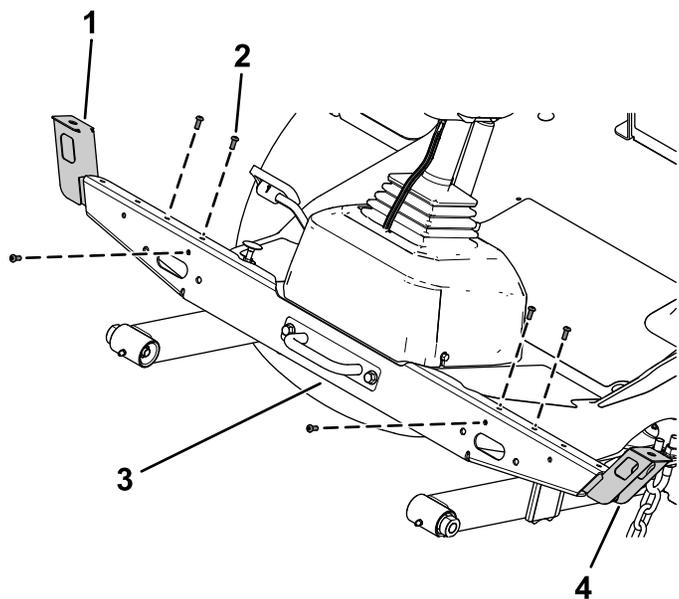

Figura 13
- 3. Fije el soporte de la luz izquierda y el soporte de la luz derecha en el soporte transversal de las luces con 3 pernos de cabeza de botón (1/4" x 5/8") a través de las tuercas rápidas en cada lado (Figura 13).